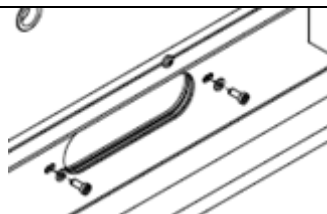

Figure 41
4. De plus, serrez les vis à tête cylindrique M5x12 aux deux extrémités du drain de haricots. Placez une rondelle plate A5.3 sous la tête du boulon (fig.41).